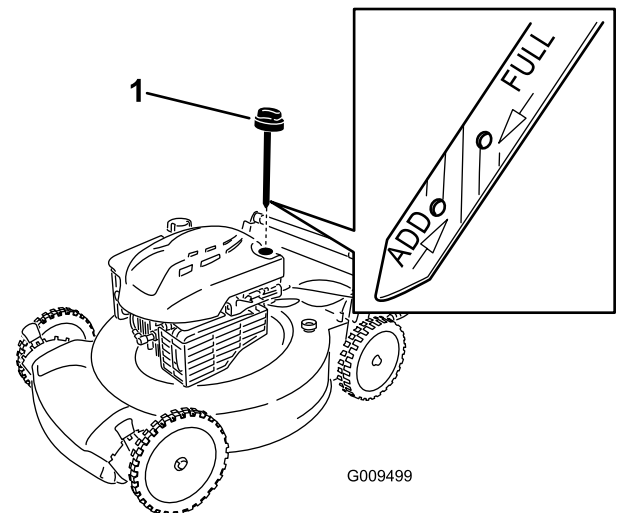

Figure 9
1. Retirez la jauge, essuyez-la sur un chiffon et remettez-la dans le goulot de remplissage (Figure 9).
2. Sortez de nouveau la jauge et contrôlez le niveau d'huile (Figure 9). Si le niveau n'atteint pas le repère **minimum** (Add) de la jauge, versez **lentement** suffisamment d'huile dans le goulot de remplissage pour faire monter le niveau au repère **maximum** (Full). **Ne remplissez pas excessivement.** (Remplissage max. : 0,59 l (20 oz), type : huile